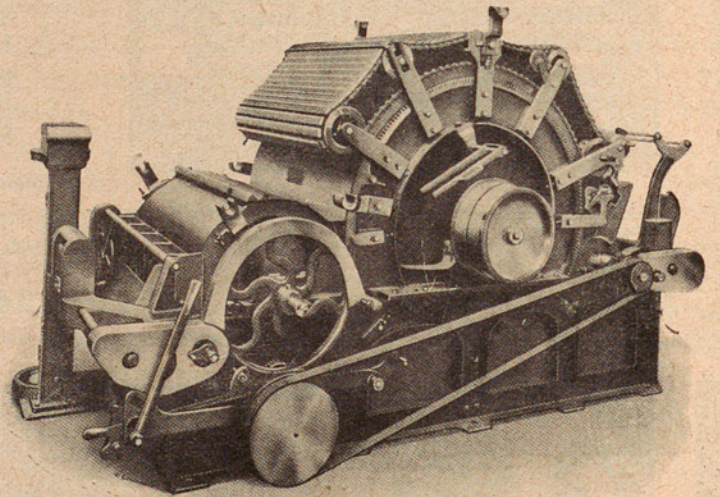

Fig. 195. — Carde à chapelet (Sté Alsacienne)
*Cardes à chapeaux mobiles.* (figures 195 de la Société Alsacienne, 196 et 197 de Dobson et Barlow).